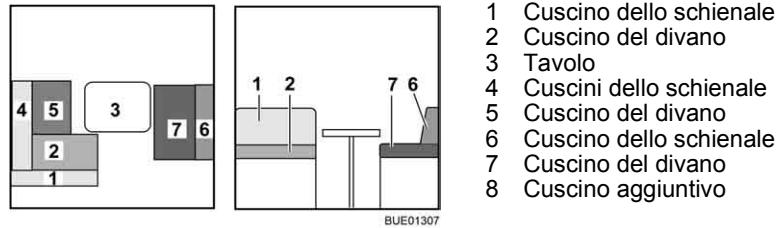

Fig. 141 Prima della trasformazione
- Trasformare il tavolo (Fig. 141,3) in struttura di supporto letto (vedi paragrafo 6.11).
- Rimuovere i cuscini dello schienale (Fig. 141,1 e 4) e riporli.